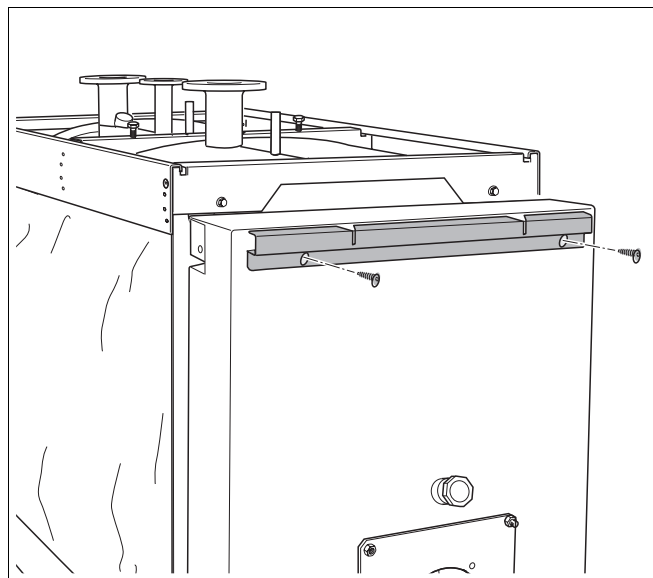

Fig. 26 Fixer la traverse
- Fixer la traverse sur la chaudière à l'aide de 2 vis M5×10 (fig. 26).